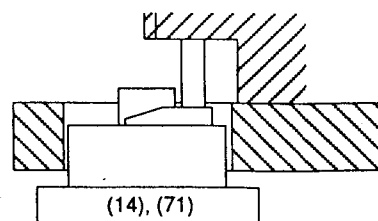

Fig. 23
- Höhe der Wickelteller (14), (71) messen (Fig. 23).
- Measure the height of the Spool Carrier (14), (71)- (Fig. 23).